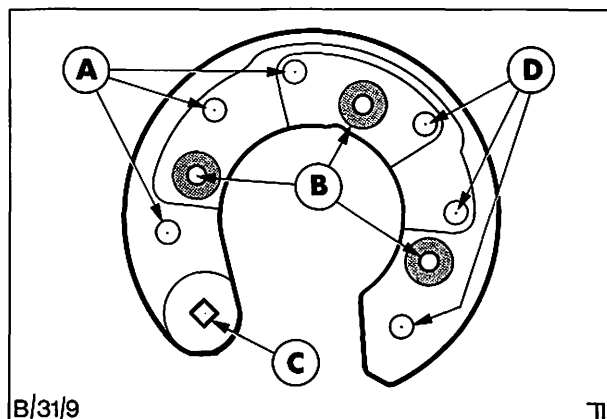

Abb. 75 A = Plus-Dioden
7. Zum Prüfen der Plus-Dioden Minus-Prüfspitze an Batterie-Plusklemme des Diodenträgers (Vierkantloch C in Abb. 75) halten. Plus-Prüfspitze an jedem der Ständeranschlüsse, B in Abb. 75, nacheinander halten. Funktionieren die Dioden einwandfrei, so leuchtet die Prüflampe auf.